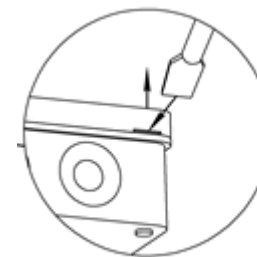

Рис. 2
- 1) Открыть крышку коммутационной коробки (Рис. 2).